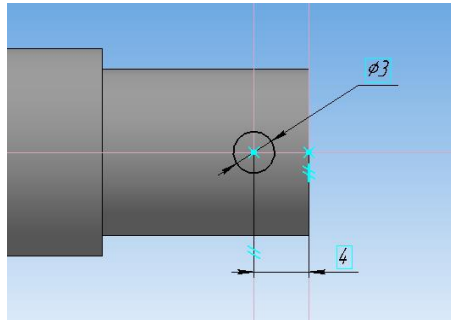

Рисунок 98
9. Выполним отверстие под штифт. Выберите плоскость **XУ** и создайте в ней эскиз на цилиндрической поверхности длиной **16мм** (рисунок 98).